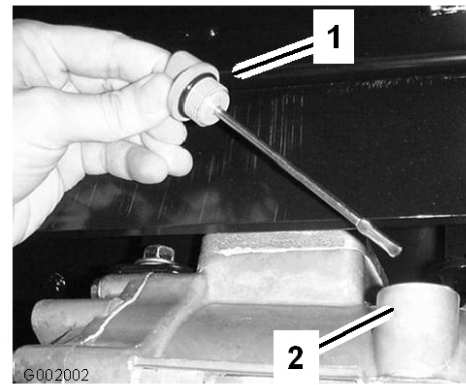

Bild 62
- Nehmen Sie den Peilstab der Hinterachse heraus und wischen Sie ihn mit einem sauberen Lappen ab (Bild 62).